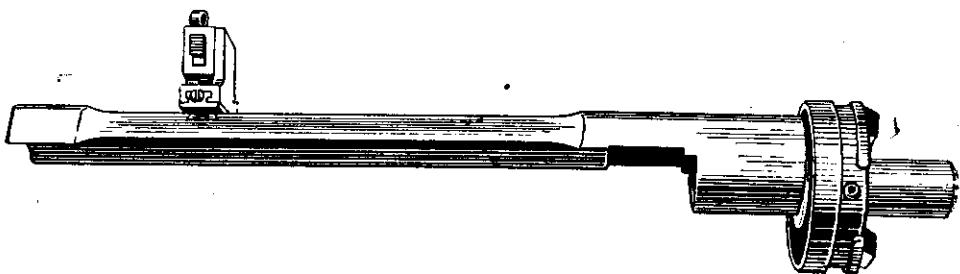

Рис. 25. Верхний кронштейн.
97. **Верхний кронштейн** (рис. 25) спереди имеет выступ, на цилиндрическую часть которого наасажена планшайба. Для предохранения от поворота и скжигания планшайба скреплена с выступом кронштейна шпилькой. Выступ имеет сквозной канал для помещения ствола малокалиберного пулемета. Сзади выступа, снизу, кронштейн имеет вырез для муфты ствольной коробки. Остальная нижняя часть кронштейна имеет вогнутую поверхность для прилегания ствольной коробки. Сверху кронштейн имеет полдеречный паз в виде ласточкина хвоста, в который заходит соответствующий выступ основания танкового прицела. Слева и справа — навинтованные гнезда для соединительных винтов.